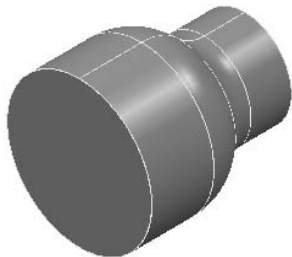

图2-157 打开范例文件
2) 选择下拉菜单中的“文件”→“范例”命令,弹出“打开范例”对话框,选择“xuanzhuansizhou.dgk”(“随书光盘:\第2章\exercise22\uncompleted\xuanzhuansizhou.dgk”)文件,单击“打开”按钮即可,如图2-157所示。